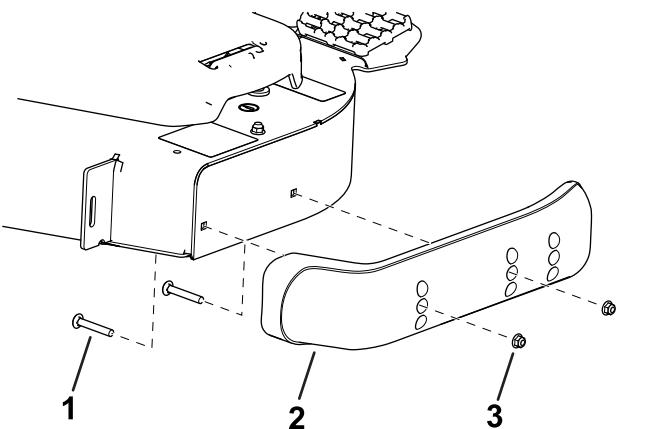

Figura 13
3. Mueva el patín a la posición que desee y fíjelo a la unidad de corte con los pernos con arandela prensada y las tuercas (Figura 13).